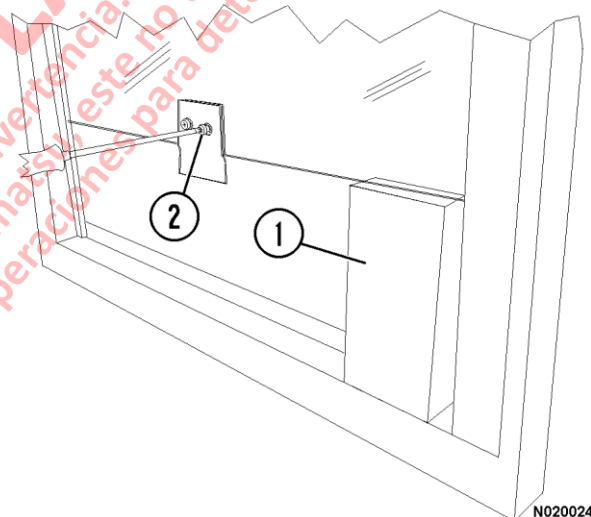

FIGURA 2-9.
7. Sujete el vidrio en el marco de la puerta con el bloque de soporte (1, Figura 2-9) como se muestra. Saque los pernos (2) que sujetan el adaptador para el riel del regulador de la ventana.
15. Baje el vidrio en el marco y apoyelo con un bloque de soporte como se muestra en la Figura 2-9.
21. Sosteniendo el vidrio de la ventana como se muestra en la Figura 2-9 (a pocas pulgadas desde la parte superior), monte los rodillos inferiores y superiores del regulador en sus rieles. Comience por alejar el panel de la puerta (con el regulador de la ventana) de la cabina lo suficiente para dejar que los rodillos entren en sus rieles. Luego, con los rodillos en los rieles, deslice el panel hacia la cabina. Mueva el panel lo justo para permitir que el rodillo del regulador superior entre al riel en la parte inferior del vidrio.